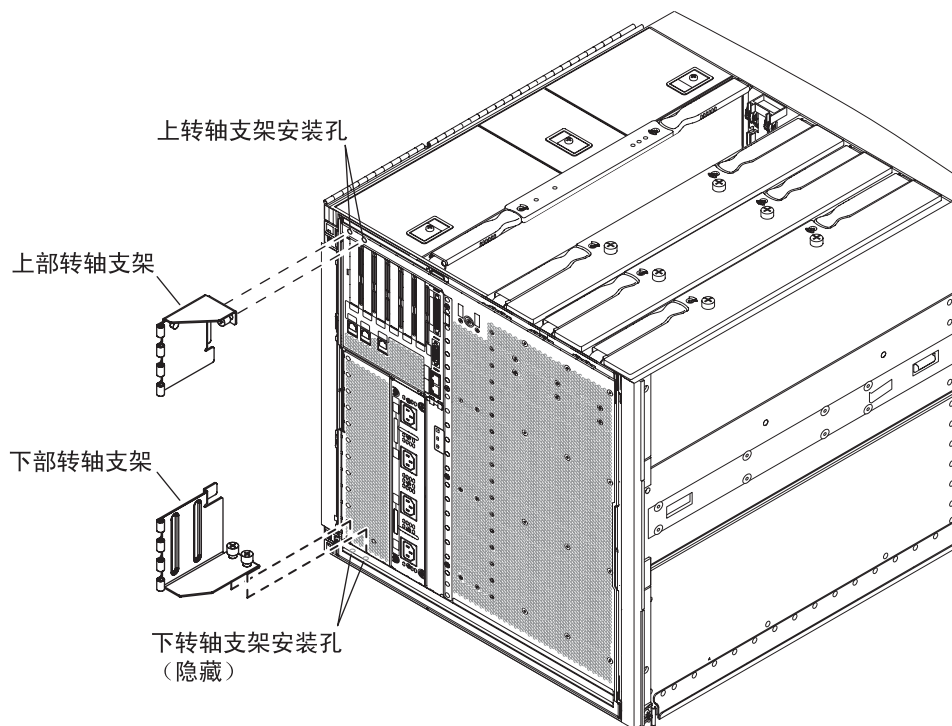

图 1-18 上/下转轴支架安装孔
3. 使用两颗自持螺丝将转轴支架固定到系统底盘左上侧，如图 1-18 所示。
5. 使用两颗自持螺丝将转轴支架固定到系统底盘左下侧，请参见图 1-18。